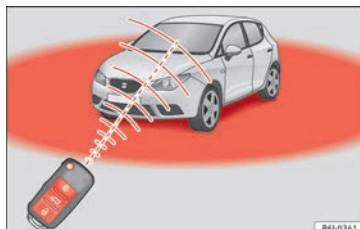

Abb. 123 Wirkungsbereich der Funk-Fernbedienung
- Die Funkfernbedienung funktioniert nur innerhalb eines bestimmten Wirkungsbereiches » Abb. 123.